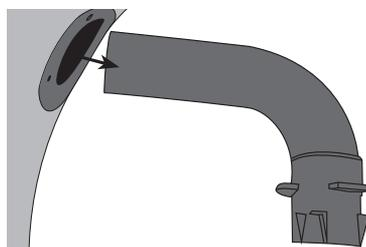

Figure 6
5. De l'intérieur, tirer l'adaptateur sac hors de l'entrée d'air gauche (**figure 6**).
From the inside, pull the bag adaptor out of the left air intake (**figure 6**).